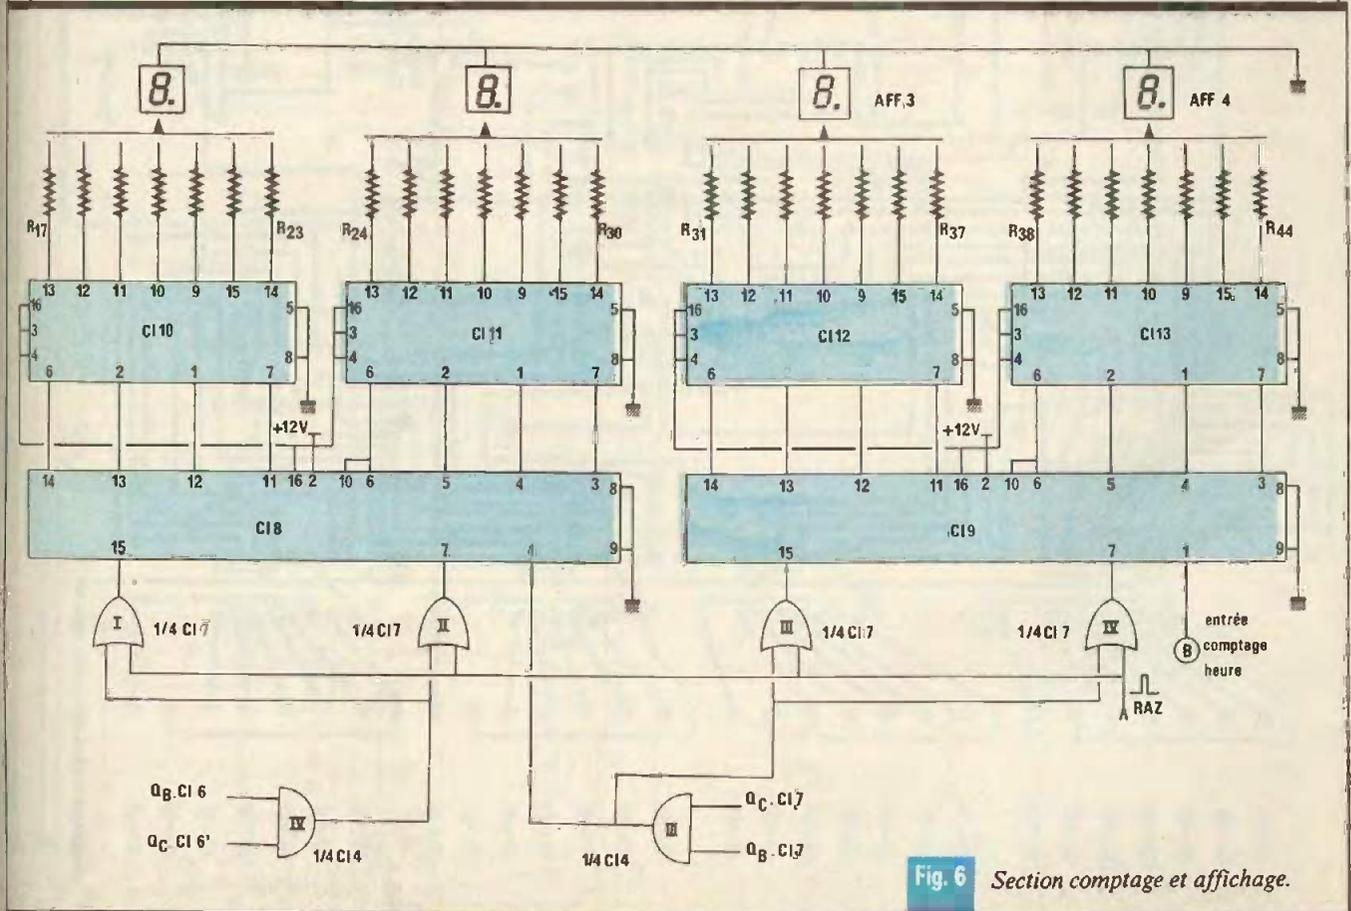

Fig. 6 Section comptage et affichage.
a) Circuit imprimé (fig. 6)
Fig. 6 et 7 - Tracé du circuit et implantation des éléments.
5° Section comptage et affichage (fig. 6)